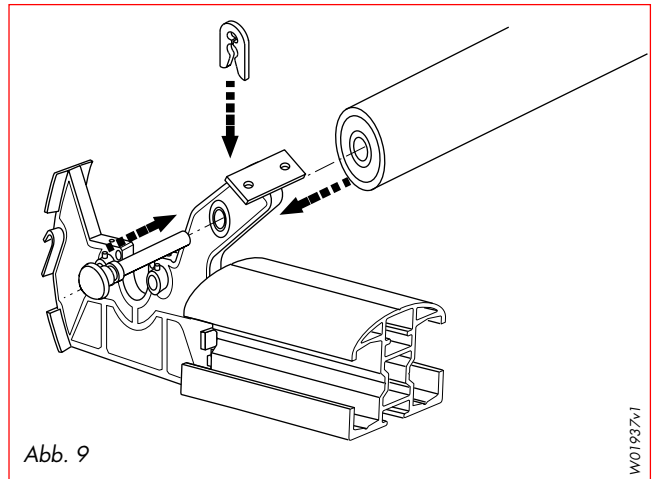

Abb. 9
2. Schieben Sie die Umlenkrolle auf den Bolzen auf (Abb. 9).